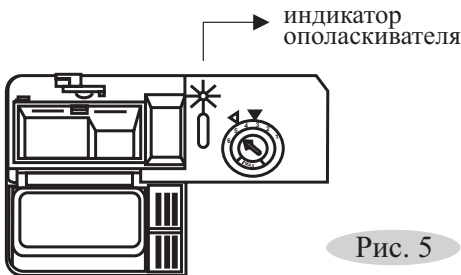

Рис. 5
- На корпусе дозатора ополаскивателя предусмотрен индикатор ополаскивателя. О количестве ополаскивателя можно судить по цвету индикатора (Рис. 5). При полностью заполненном дозаторе ополаскивателя индикатор является полностью затемненным. По мере расходования ополаскивателя размер темной точки уменьшается. Нельзя допускать снижения количества ополаскивателя ниже уровня, соответствующего 1/4 общего объема.